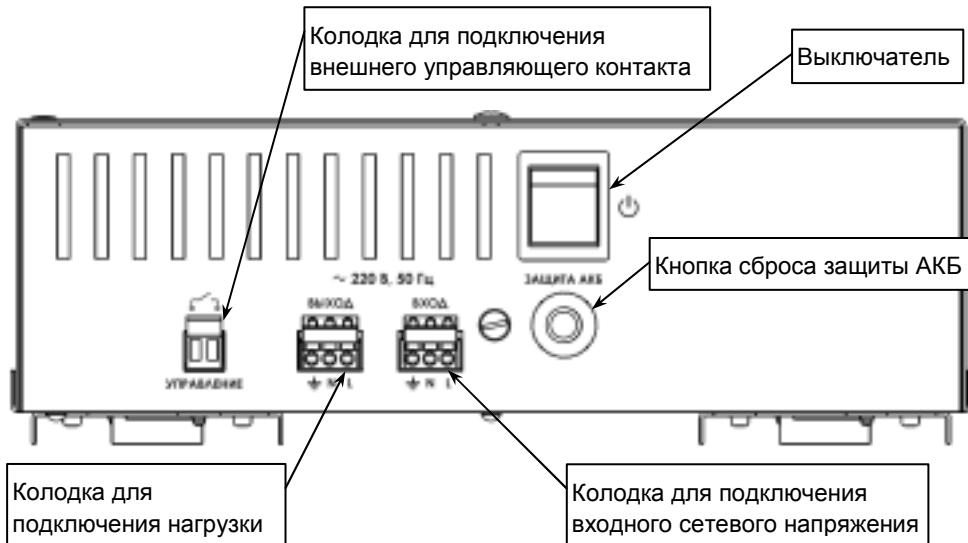
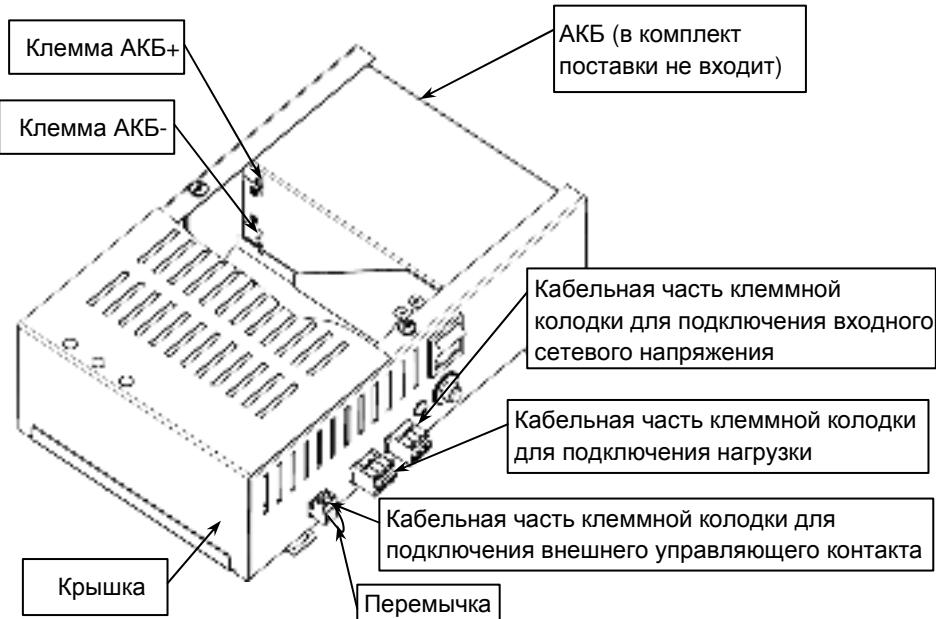

Рисунок 2- вид изделия со стороны подключения
Рисунок 3 — расположение АКБ и кабельных частей колодок
**Включение изделия** осуществляется выключателем (см. рисунок 2). Клеммы колодки «УПРАВЛЕНИЕ» должны быть замкнуты внешним управляющим контактом или перемычкой (см. рисунок 3). После включения, изделие в течении 20 секунд тестирует состояние входного сетевого напряжения, индикатор «РЕЗЕРВ» светится. Если уровень сетевого напряжения находится в допустимом диапазоне, изделие подключает нагрузку к источнику сетевого напряжения, индикатор «РЕЗЕРВ» гаснет, индикатор «ОСНОВНОЙ» включается. В противном случае изделие питает нагрузку от АКБ (режим «РЕЗЕРВ»).
- открыть корпус изделия, сняв крышку и разместить в нем АКБ (см. рисунок 3);
- подсоединить к кабельной части разъемной колодки «УПРАВЛЕНИЕ» провода для подключения внешнего управляющего контакта или проводную перемычку (см. рисунок 3);
- Включить изделие выключателем (см. рисунок 2).
Изделие включается только в режиме «ОСНОВНОЙ»	Сработала защита изделия по цепи АКБ. Нажать кнопку «ЗАЩИТА» (см. рисунок 2).